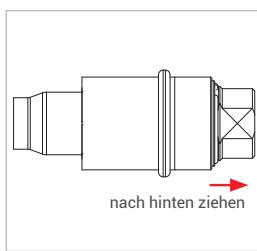

Abbildung 7
- ▶ Ziehen Sie leicht am Unterteil (Pos. 2) (Roter Pfeil *Abbildung 7*) des Adapters entgegen des Anschlussrichtung um sicherzustellen, dass der Adapter richtig angeschlossen ist.